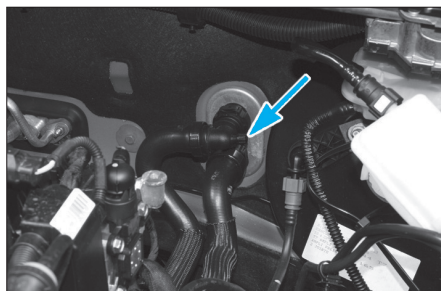

Fig. 23
- Déposer la vis de purge sur la durite du radiateur de chauffage (Fig.23).